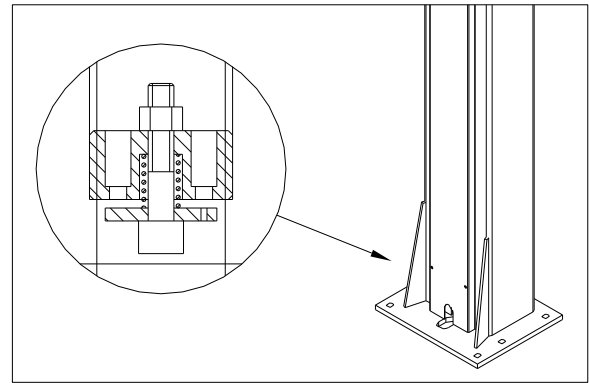

Bild 12
- ◆ Bei einer plötzlichen, großen Leckage im Hydraulikkreislauf (einem Leitungsbruch) lösen die Absperrventile unten am jeweiligen Zylinder aus, siehe Bild 12.